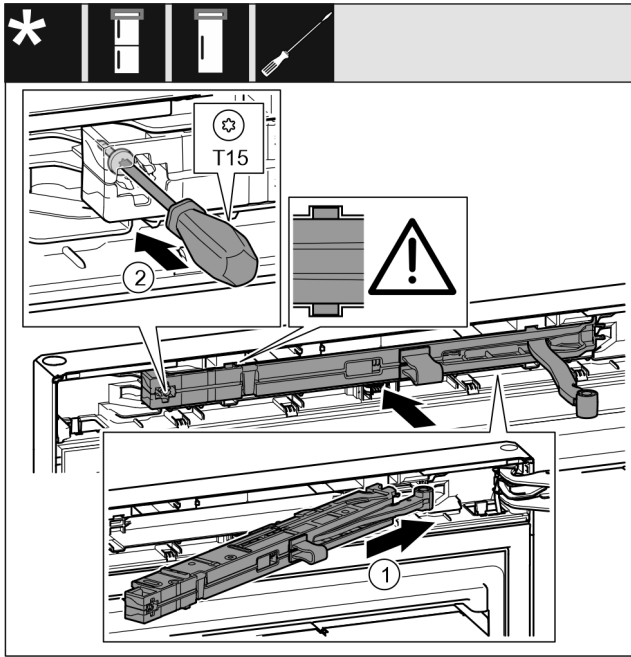

Fig. 30
- ▶ Shtyni pjerrtas deri në fund brenda në fole njësine e amortizatorit të mbylljes Fig. 30 (1), në anën e bazamentit mbështetës.
- ▶ Mbërtheni fort vidën Fig. 30 (2) me një kaçavidë.